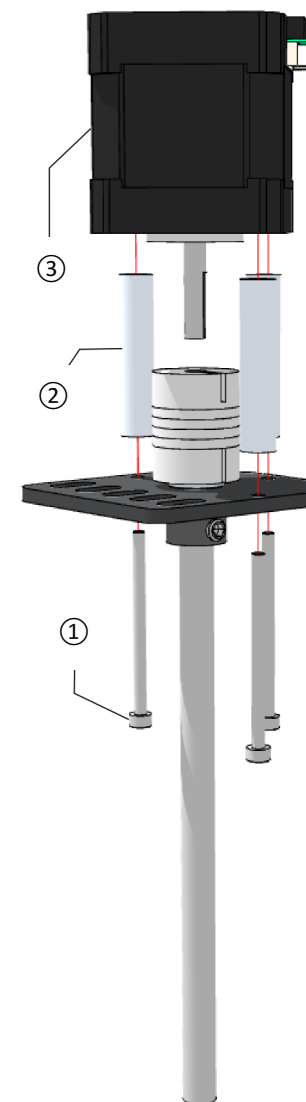

Fig. 16
La **Fig. 16** muestra cómo montar el motor a pasos NEMA17 ③ a la placa para tornillo trapezoidal Acme. El conector del motor debe estar a la derecha y a espaldas de las cinco ranuras en la placa. Cuando los tornillos Allen con cabeza cilíndrico M3 de 45mm (1-3/4") ① están en su posición se pueden atornillar completamente, al mismo tiempo que se sostienen los espaciadores regulares de aluminio de 38.1mm (1-1/2") ② con una sola mano, empujándolos hacia el Acoplamiento Flexible. Al hacer esto se obtiene una mejor apariencia.
Fig. 16 shows how to mount the Nema 17 stepper motor ③ to the threaded rod plate. The motor connector should be to the right side and facing away from the five slots in the plate. When the 45mm (1-3/4") M3 cap head screws ① are in place you can tighten them while holding the 1-1/2" regular aluminum spacers ② together with one hand, pushing them towards the flexible coupling. Doing this will give it a better appearance.